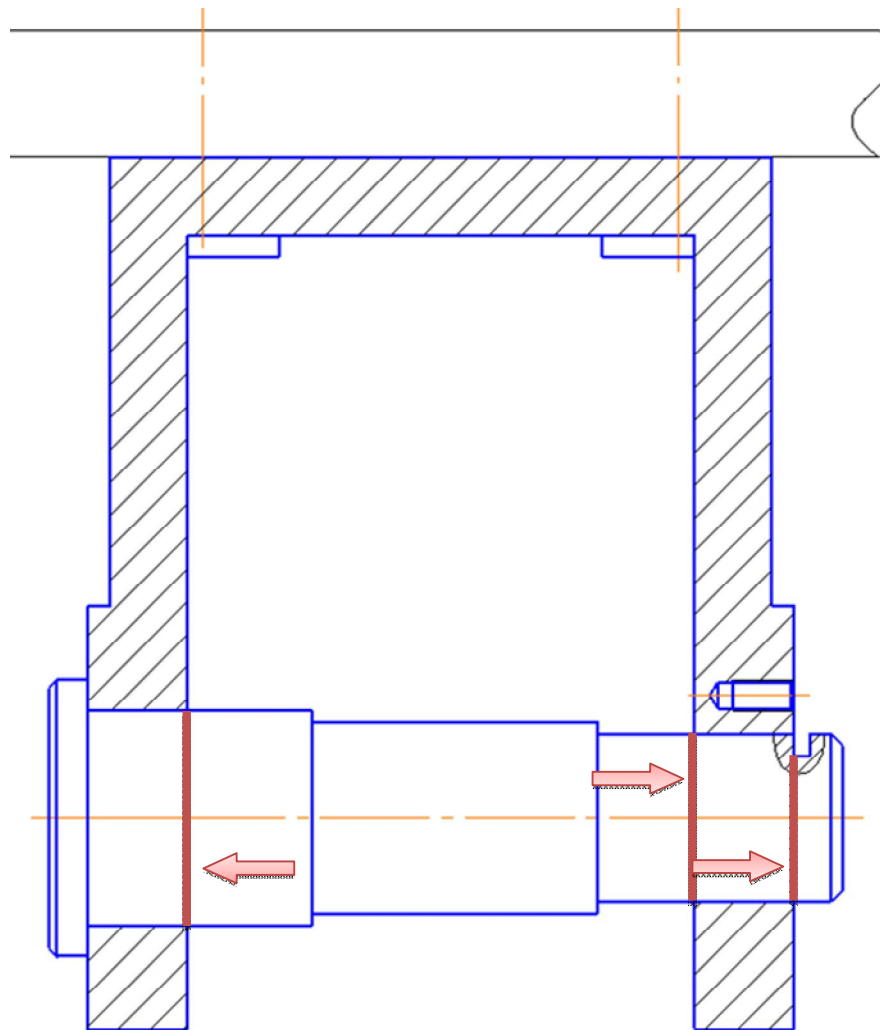

Рис. 4.9. Отрезки, которые необходимо удалить
- Выберите команду «Усечь кривую»  на панели «Редактирование»  и щелкните на указанных участках линии (рис. 4.9).